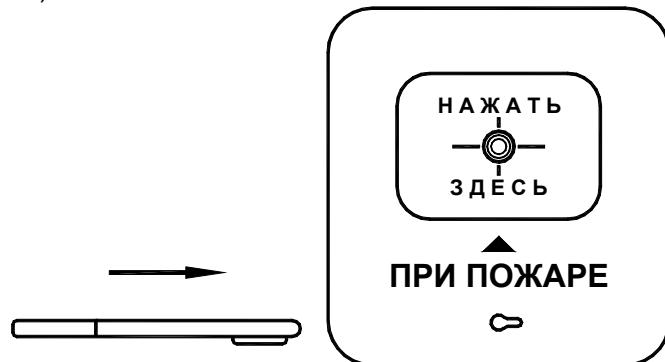

Рис. 1.
Схема шлейфа сигнализации при подключении извещателя ИПР 513-2 "АГАТ" Р1 выглядит аналогично схеме, приведенной на рис. 1.
1. Вставьте специальный ключ 8 в отверстие 6 (см. Приложение 1 и рис. 1).